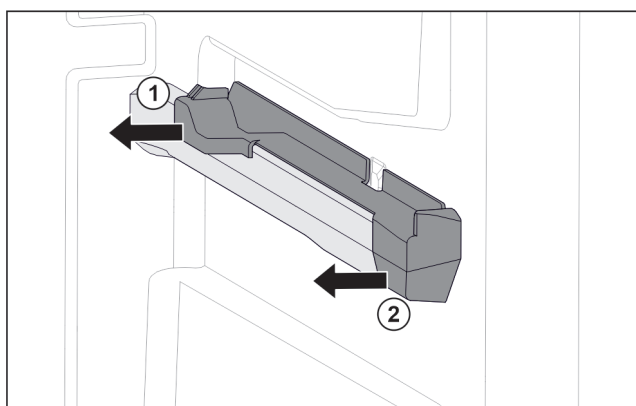

Fig. 73 Élément emboîtable sur la nervure de récipient droite
- Le retirer sur le côté par l'arrière. Fig. 73 (1)
- Le retirer sur le côté par l'avant. Fig. 73 (2)